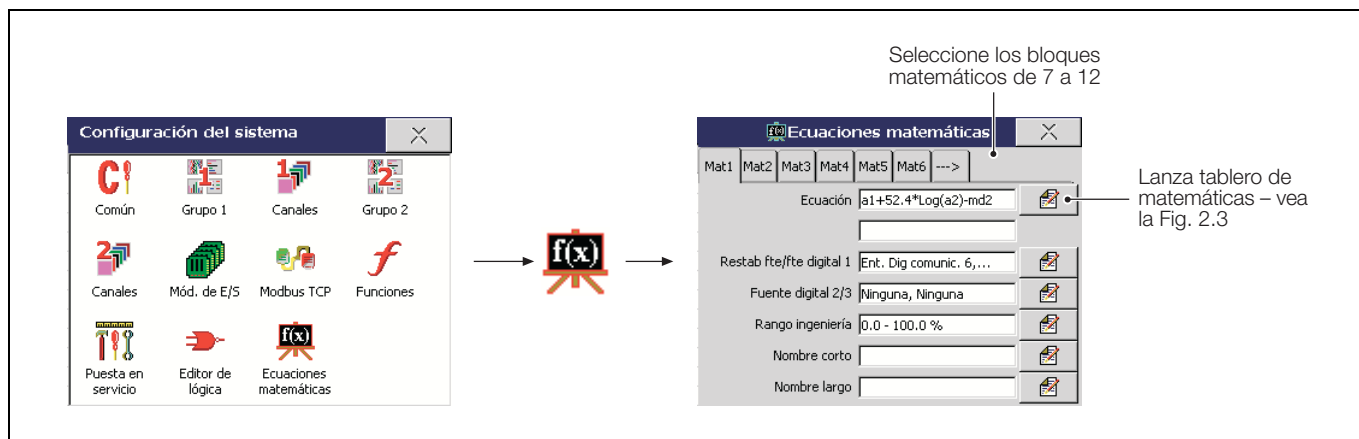

Fig. 2.2 Cómo lanzar el editor del bloque matemático (Tablero de matemáticas)
- Hasta doce bloques matemático, configurados individualmente utilizando el 'Tablero de matemáticas' – vea la Fig. 2.2, página 7